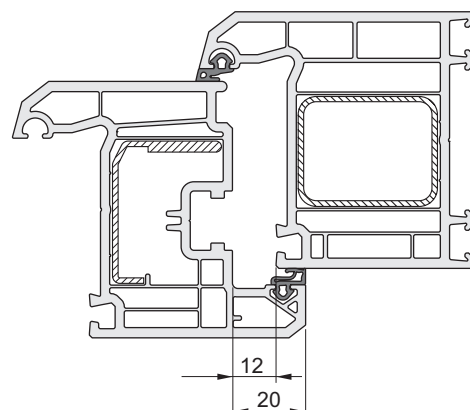

Рисунок 1: Тип профиля
- для профильной системы 9 и 13 мм (смотрите рис. 1)
Внимание! Перед рубкой засовов и верхних шин, следует прикрепить адаптер к гильотине смотрите рис. 1.